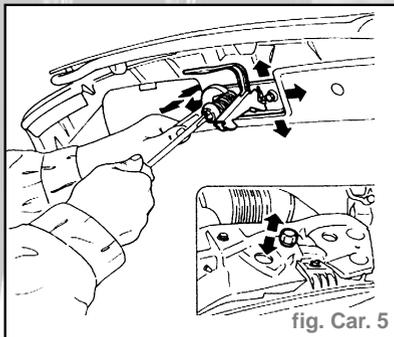

fig. Car. 5
- En opérant comme illustré, régler la position verticale du capot moteur, il est possible d'effectuer le même réglage en tournant les tampons en caoutchouc situés à l'extrémité du compartiment moteur (fig. Car. 5).